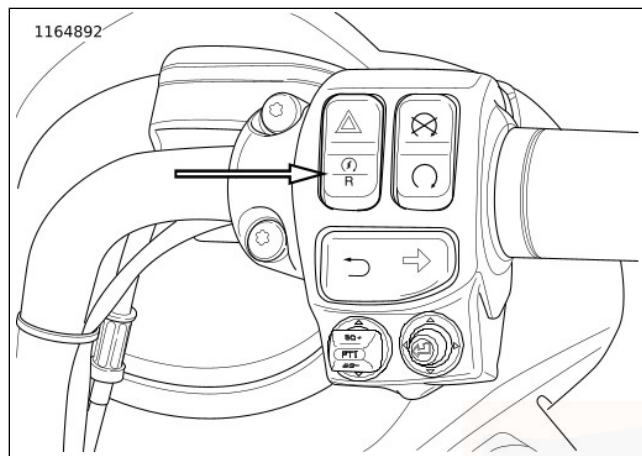

Abbildung 49. Rückfahrschalter (typisch)
2. Siehe Abbildung 49. Wenn das Fahrzeug gestartet und im Leerlauf ist, den Rückfahrschalter auf den Bedienungselementen der rechten Seite drücken und gedrückt halten, bis die Rückfahrleuchte aufleuchtet. **Mit Verkleidung:** Die Leuchte im Drehzahlmesser zeigt an, dass der Rückwärtsgang eingelegt ist. Siehe FUNKTIONSWEISE > INSTRUMENTE (Seite 97). **Ohne Verkleidung:** Die Leuchte im Tachometer zeigt an, dass der Rückwärtsgang eingelegt ist. Siehe FUNKTIONSWEISE > INSTRUMENTE (Seite 97). Den Rückfahrschalter lösen. Die Leerlaufleuchte erlischt, sobald die Rückfahrleuchte aufleuchtet.